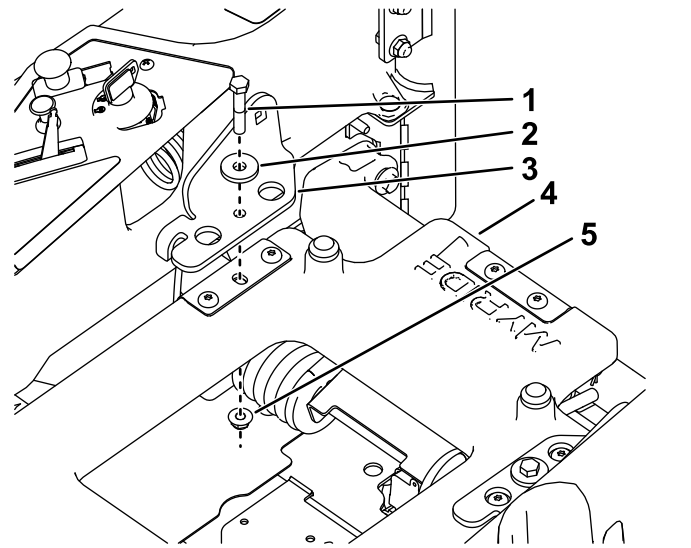

Figura 5
1. Instale os suportes do cinto de segurança na plataforma do banco com dois parafusos de rosca parcial ($\frac{3}{8}$ x 2 pol.), 2 pequenas anilhas e duas porcas de bloqueio ($\frac{3}{8}$ pol.) como se mostra na Figura 5.